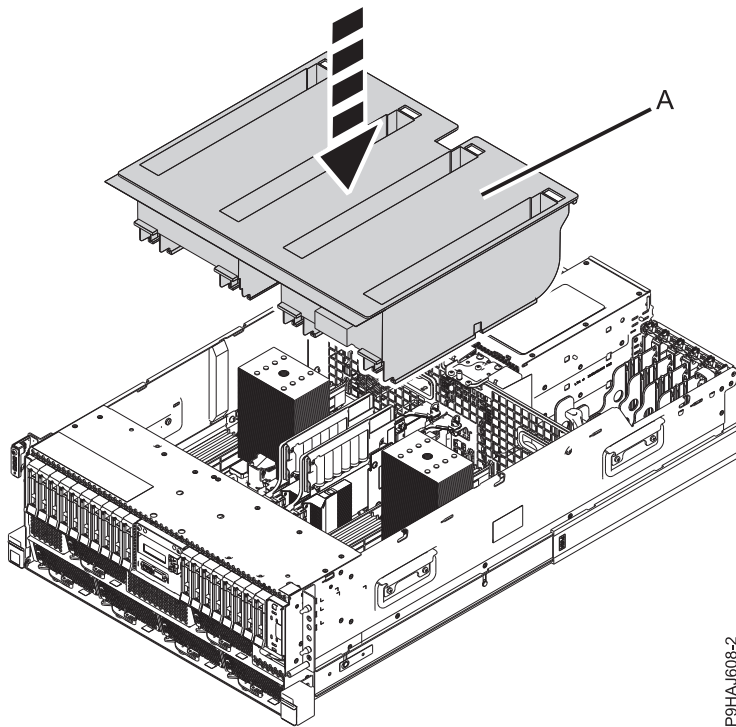
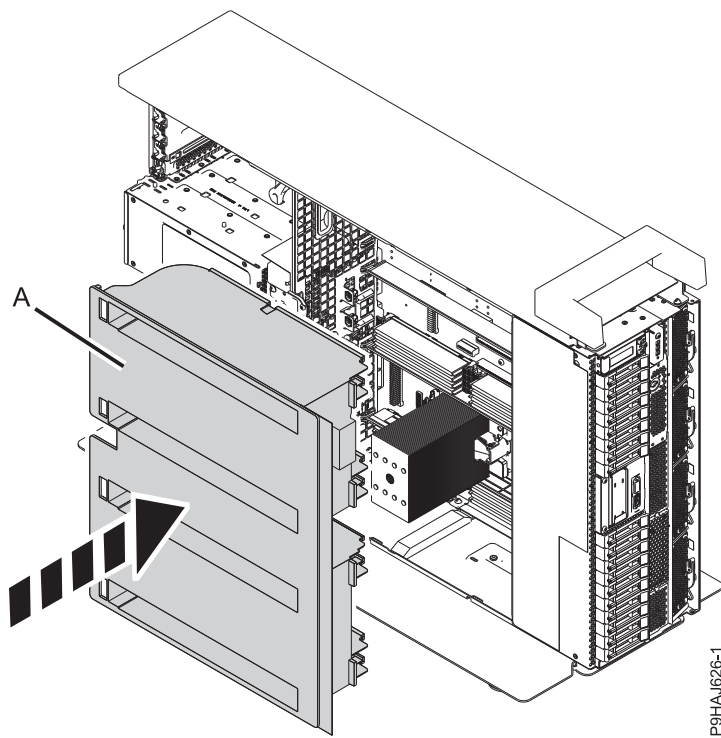

Abbildung 9. Luftführung bei einem Einschubsystem wiedereinbauen
Abbildung 10. Luftführung bei einem Standalone-System wiedereinbauen
10. Bauen Sie bei einem Einschubsystem die Luftführung **(A)** wieder ein, indem Sie sie auf das Chassis absenken (siehe Abb. 9 auf Seite 12). Bauen Sie bei einem Standalone-System die Luftführung **(A)** wieder an der Seite des Chassis ein (siehe Abb. 10 auf Seite 12).